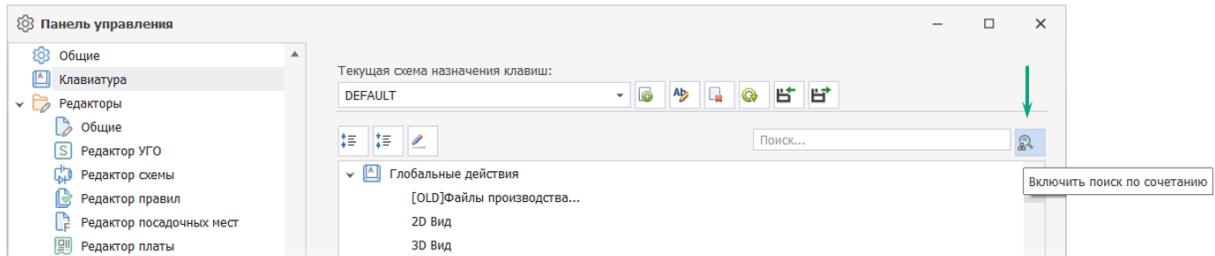

Рис. 54 Переключение в режим поиска по сочетанию
1. Нажмите кнопку , расположенную справа от поисковой строки, Рис. 54.